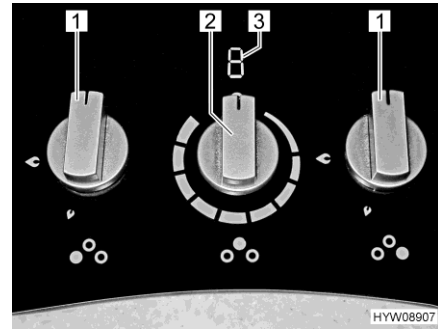

Bild 199 Bedienelemente (Gaskocher mit Induktionskochfeld)
- Drehregler (Bild 199,1) der gewünschten Brennstelle auf Zündposition (große Flamme) drehen.
- Drehregler (Bild 199,1) auf 0-Stellung drehen. Die Flamme erlischt.
- Drehregler (Bild 199,2) des Induktionskochfelds auf gewünschte Einstellung drehen. Die Anzeige (Bild 199,3) zeigt den eingestellten Wert an.
- Drehregler (Bild 199,2) des Induktionskochfelds auf 0-Stellung drehen. Die Anzeige (Bild 199,3) erlischt. Solange die Temperatur des Induktionskochfelds nach dem Ausschalten mehr als 60 °C beträgt, zeigt die Anzeige "H" an (Restwärmeanzeige).
Am Induktionskochfeld werden folgende Informationen angezeigt (Bild 199,3):